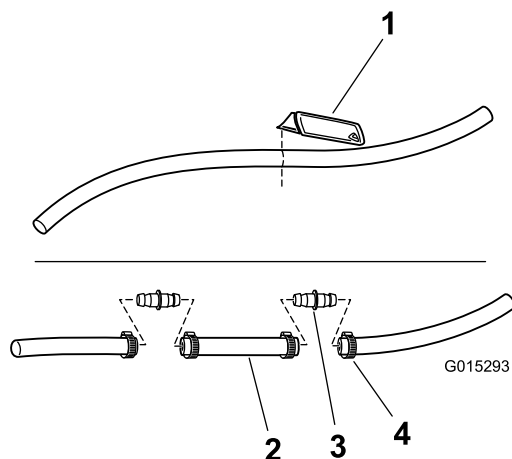

Bild 10
5. **Nur Multi-Pro 1200Sprühfahrzeug:** Schließen Sie den Zufuhrschlauch des Auslegers vom T-Anschluss des Druckregelventils ab, schneiden Sie den Zufuhrschlauch 61 cm vom Ende des Anschlussstückes ab und bringen Sie den Schlauchspieß mit zwei geraden Anschlussstücken und vier Schlauchklemmen an (Bild 10).